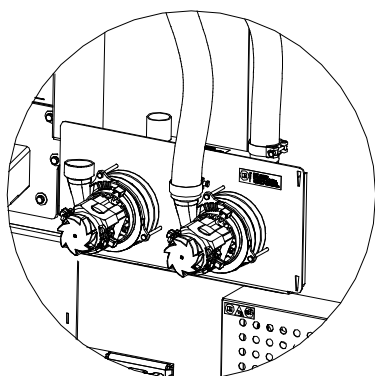

Fig: 3
- 3) Sbloccare il rivestimento della console di aspirazione (A) sul retro della caldaia spingendo in alto e poi estraendo verso dietro.
- 4) Rimuovere i cappucci di chiusura (B) della turbina d'emergenza (adesivo "TURBINA D'EMERGENZA"), sia dai supporti aria di aspirazione che di ritorno.
- 6) Montare il tubo del tubo di aspirazione della turbina principale (verde 1) sul tubo di aspirazione della turbina d'emergenza (verde 2) e avvitare ermeticamente. Smontare anche il tubo aria di ritorno della turbina principale (rosso 1) sui supporti aria di ritorno della turbina d'emergenza (rosso 2) e avvitare. vedere: Fig. 3
- 7) Riapplicare il rivestimento (A) sulla console di aspirazione e incastrare spingendo verso il basso.